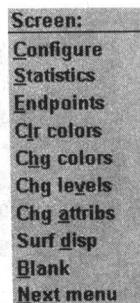

图 1.9
- ❑ Screen（屏幕）：对屏幕上的图形进行改变，同时还可以对系统的当前配置进行修改，如图 1.9 所示。